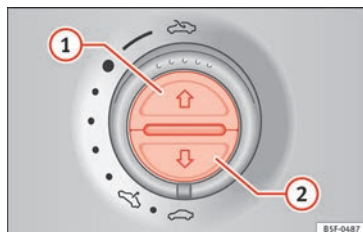

Fig. 138 En el revestimiento interior del techo: teclas de la cortinilla parasol.
Abrir completamente (función automática)	Pulse la tecla » fig. 138 1 brevemente.
- **Cortinilla parasol:** Durante los 5 segundos siguientes tras dispararse la función antiaprisionamiento, pulse la tecla » fig. 138 2 »